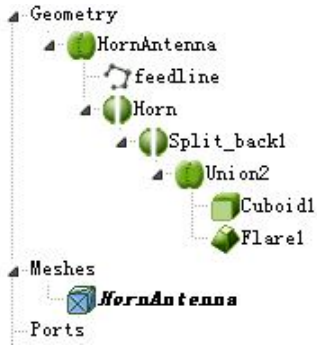
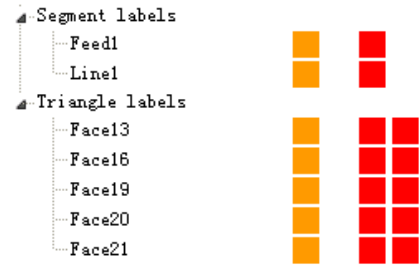

图 7-62 几何模型树形图
图 7-63 剖分单元树形图
(2) 剖分和激励。剖分的树形图如图 7-62 和图 7-63 所示。